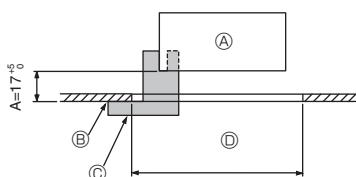

Fig. 9-2
①	Dimensões da grelha	1	950 x 950 (mm)
②	Medidor de instalação	1	(Dividido em 4 partes)
③	Parafuso (4 x 16)	1	Para PLP-6EAE, PLP-6EALE, PLP-6EALME2
④	Painel de canto i-see sensor	1	Para PLP-6EAE, PLP-6EALE, PLP-6EALME2
⑤	Controlo remoto sem fio	1	Para PLP-6EALM2, PLP-6EALME2
⑥	Suporte do controlo remoto	1	Incluído quando equipado com o controlo remoto sem fios.*
⑦	Pilhas AA LR6	2	Incluído quando equipado com o controlo remoto sem fios.*
⑧	Parafusos de derivação de 3,5 x 16	2	Incluído quando equipado com o controlo remoto sem fios.*
9.2. Preparar a fixação da grelha (Fig. 9-2)
- Utilizando o medidor ② fornecido com este kit, ajuste e verifique a posição da unidade principal em relação à superfície do teto. Se a unidade principal não estiver adequadamente posicionada em relação à superfície do teto, poderá permitir a ocorrência de fugas de ar ou provocar a acumulação de condensação.